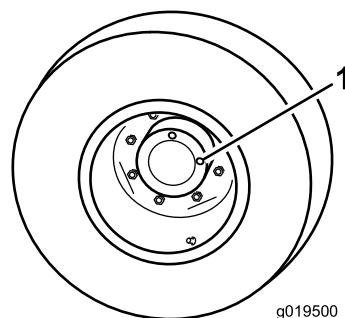

Figura 53
1. Com a máquina numa superfície plana, posicione a roda de forma a que 1 tampão de verificação fique na posição das 12 horas e o outro na das 3 horas (**Figura 53**).
2. Retire o tampão da posição das 3 horas (**Figura 53**).